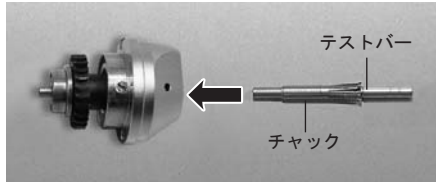

図20
- 1) 新しいチャックまたは掃除後のチャックは表面に薄く油を塗り、テストバーを入れ、ローター軸へ押し込みます。(図20)